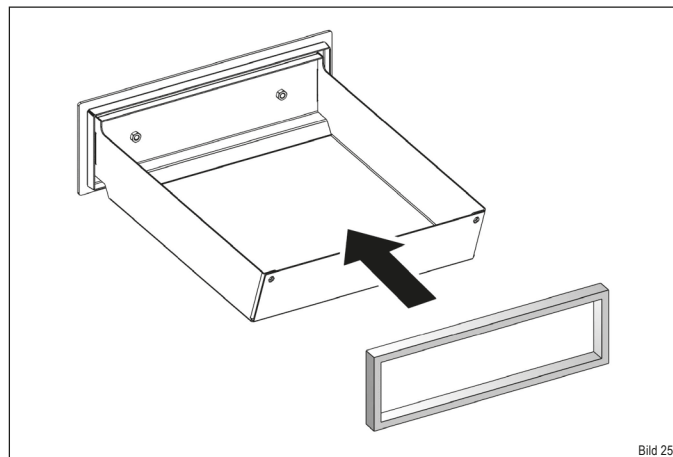

Bild 25
- ▶ Drücken Sie die neue Dichtung gleichmäßig in die Führung des Aschebehälters (Bild 25).